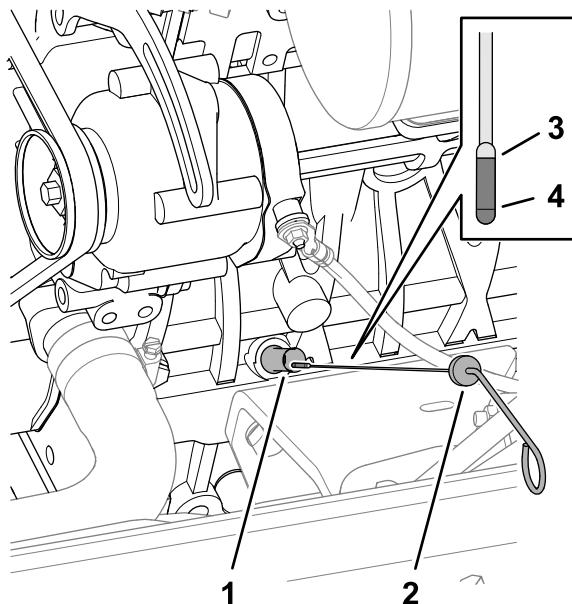

Figura 78
- En el lado derecho del motor, retire la varilla del tubo de la varilla (Figura 78) y límpie la varilla con un trapo limpio.